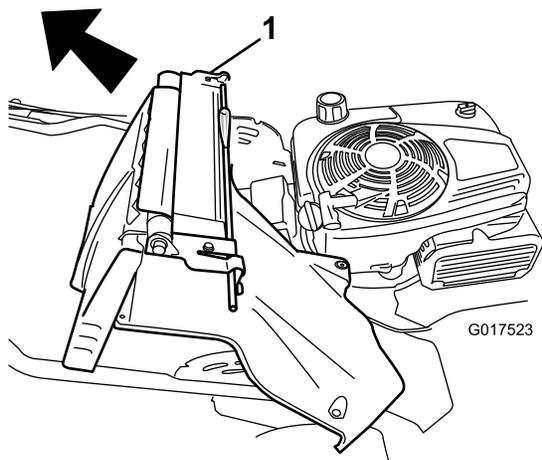

Рисунок 34
7. Снимите задний отражатель и рычаг фиксации рукоятки в сборе (Рисунок 34).